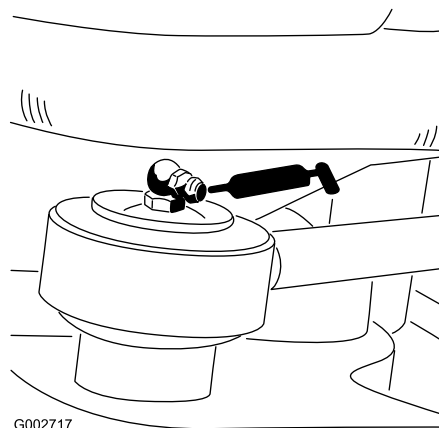

Рисунок 26
- Конец штока гидроцилиндра рулевого управления (1 шт.) – только для модели 08705 (Рисунок 26)